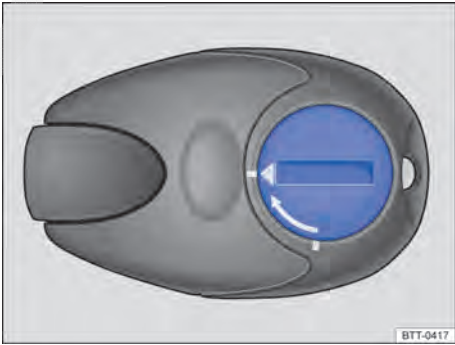

Fig. 187 Aquecimento estacionário: cobertura da bateria do controle remoto.
- Com um objeto plano e sem pontas, por exemplo, uma moeda, gire a ranhura no sentido contrário ao sentido da seta até a marcação para abrir a cobertura ⇒ Fig. 187.
- Colocar a bateria nova. Atentar para a polaridade correta e utilizar baterias do mesmo modelo ⇒ ①.